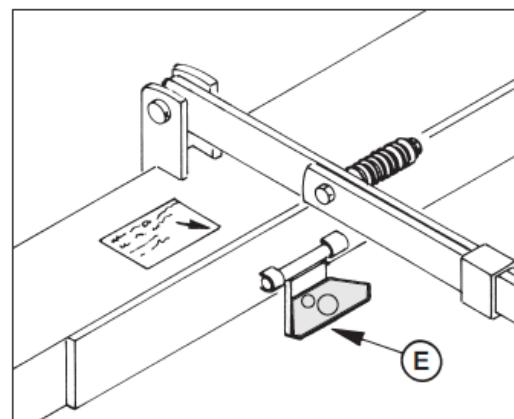

FIG. 4.11
NON CHIUDERE MAI IL CILINDRO OLEODINAMICO SE NON AVETE RUOTATO VERSO IL BASSO IL FERMO (E) (Fig. 4.11).
NO CERRAR JAMÁS EL CILINDRO OLEODINÁMICO SIN HABER ANTES GIRADO HACIA ABAJO LA PLACA DE BLOQUEO (E) (Fig. 4.11).
NEVER CLOSE HYDRAULIC CYLINDER IF RELEASE SUPPORT "E" HAS NOT BEEN TURNED DOWNTOWARDS (FIG. 4.11)
NE JAMAIS FERMER LE CYLINDRE OLEODYNAMIQUE SI VOUS N'AVEZ PAS TOURNE VERS LE BAS L'ARRETOIR (E) (Fig. 4.11).